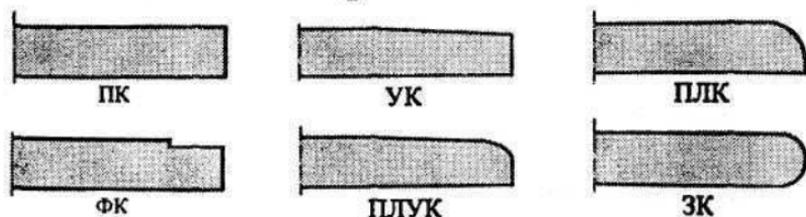

Рис. 2. Формы продольных кромок
*По форме продольных кромок гипсокартонные листы различаются (рис. 2):*